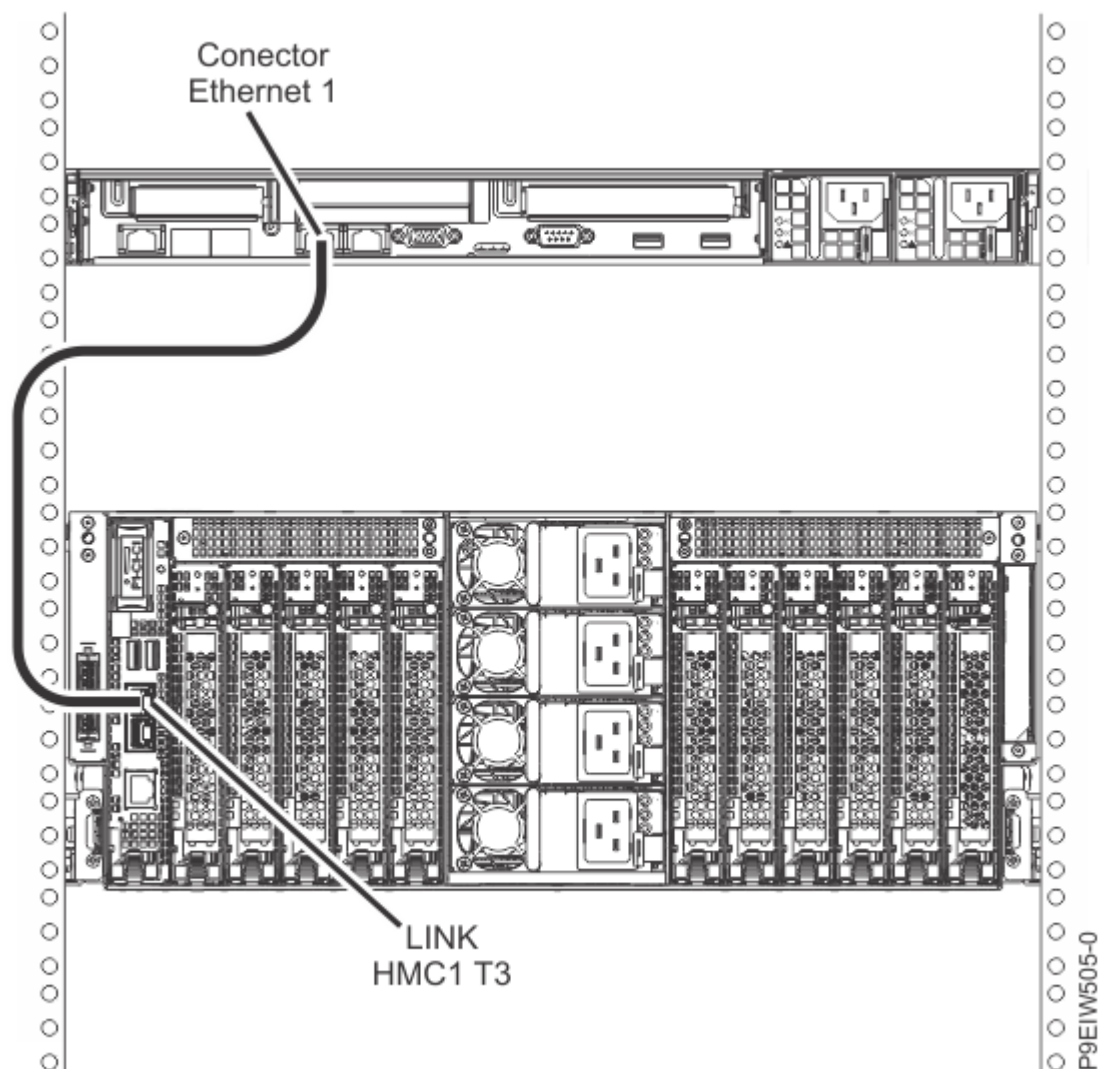

Figura 33. Conectando diretamente o HMC ao sistema gerenciado
1. Se você deseja conectar diretamente o seu HMC ao sistema gerenciado, conecte o **Conector Ethernet 1** no HMC à porta do **HMC1 (T3)** no sistema gerenciado, conforme mostrado em Figura 33 na página 37